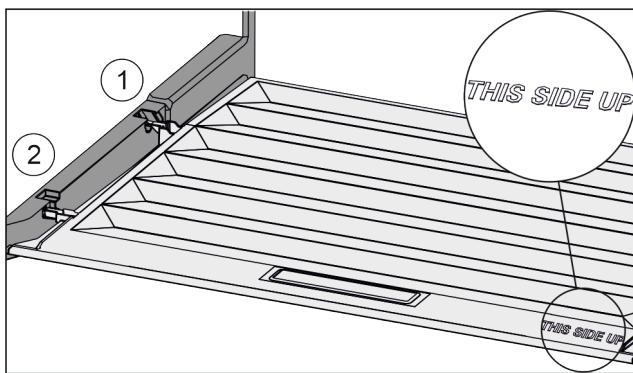

Fig. 90
- ▶ Prečke poklopca uvedite preko otvora stražnjeg držača Fig. 90 (1) i uglavite ih u držač Fig. 90 (2).